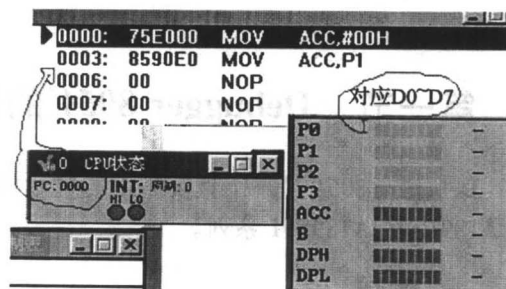

图 1-3
(2) 调入目的文件后见图 1-3。在程序没有运行前, P0 ~ P3 口为高电平, ACC 为 0。